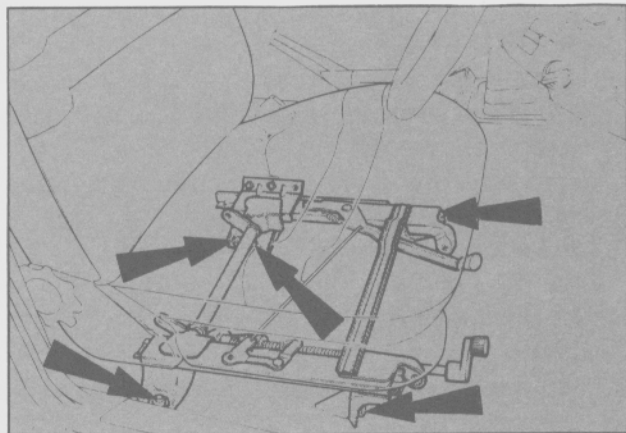

Fig. 21 - Ubicación de los tornillos de sujeción de la butaca.
- Retirar los dos tornillos de soporte de fijación interior y el tornillo del soporte exterior, que sujetan el extremo posterior de las correderas de la butaca (Fig. 21).